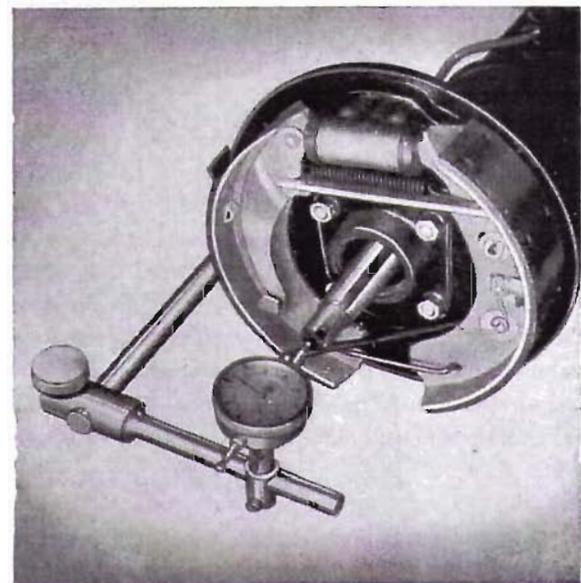

Abb. 33 Ausmessen des Axialspieles für die Achswellen
4. Bremsträger mit Halter und Filzdichtung an der linken Seite des Ausgleichgehäuses anbringen. Ausgleichscheiben an der rechten Seite des Gehäuses und danach Bremsträger sowie Halter mit Filzdichtung einbauen, siehe Abb. 32. Axialspiel der Antriebswellen kontrollieren, siehe Abb. 33. Das Spiel soll 0,07—0,20 mm betragen und eine eventuelle Einstellung ist lediglich an der rechten Seite des Gehäuses vorzunehmen.